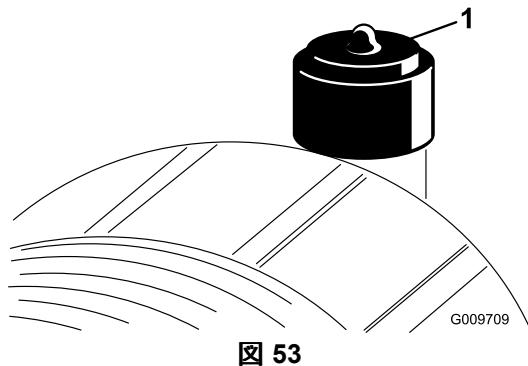

図 53
エアクリーナの整備はインジケータ図53が赤色になってから行ってください。早めに整備を行っても意味がありません。むしろフィルタを外したときにエンジン内部に異物を入れてしまう危険が大きくなります。
- インジケータ図53が赤になっている場合はリセットする。